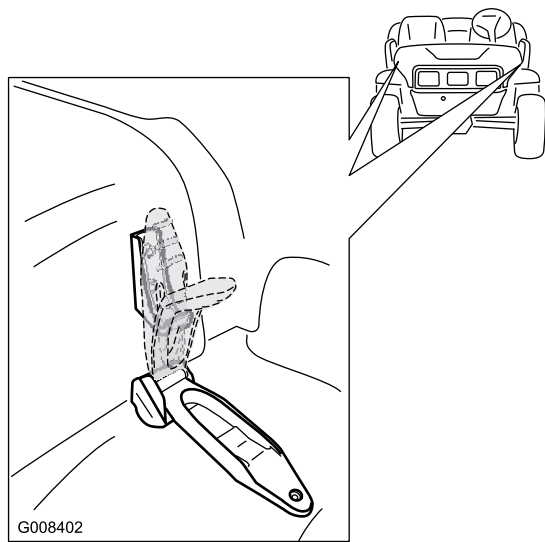

Figure 24
1. Soulevez la poignée des verrous en caoutchouc de chaque côté du capot (Figure 24).
2. Fixez le capot en alignant les verrous en caoutchouc sur les ancrages de verrouillage de chaque côté du capot (Figure 24).